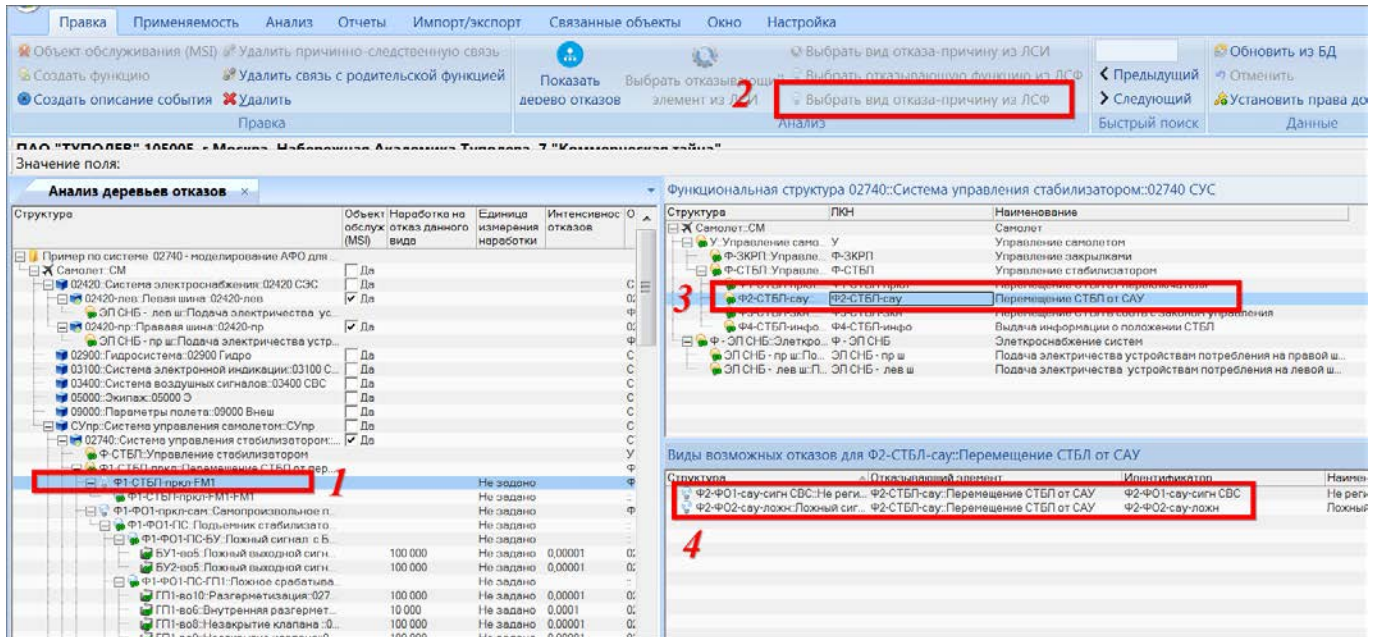

Рис. 10-353 – Выбор из БД ФО в качестве причины для ФО
8) В поле «Отказывающий элемент» для ФО будет указана выбранная функция (1 на рис. 10-353). В окне «Анализ деревьев отказов» этот отказ будет отображаться в виде дочернего элемента, непосредственно связанного с этой функцией (2 на рис. 10-353). Таким образом, ФО будет включен в дерево несколько раз: в первом случае это дочерний отказ для ФО одной функции, а во втором случае – непосредственно отказ другой функции.